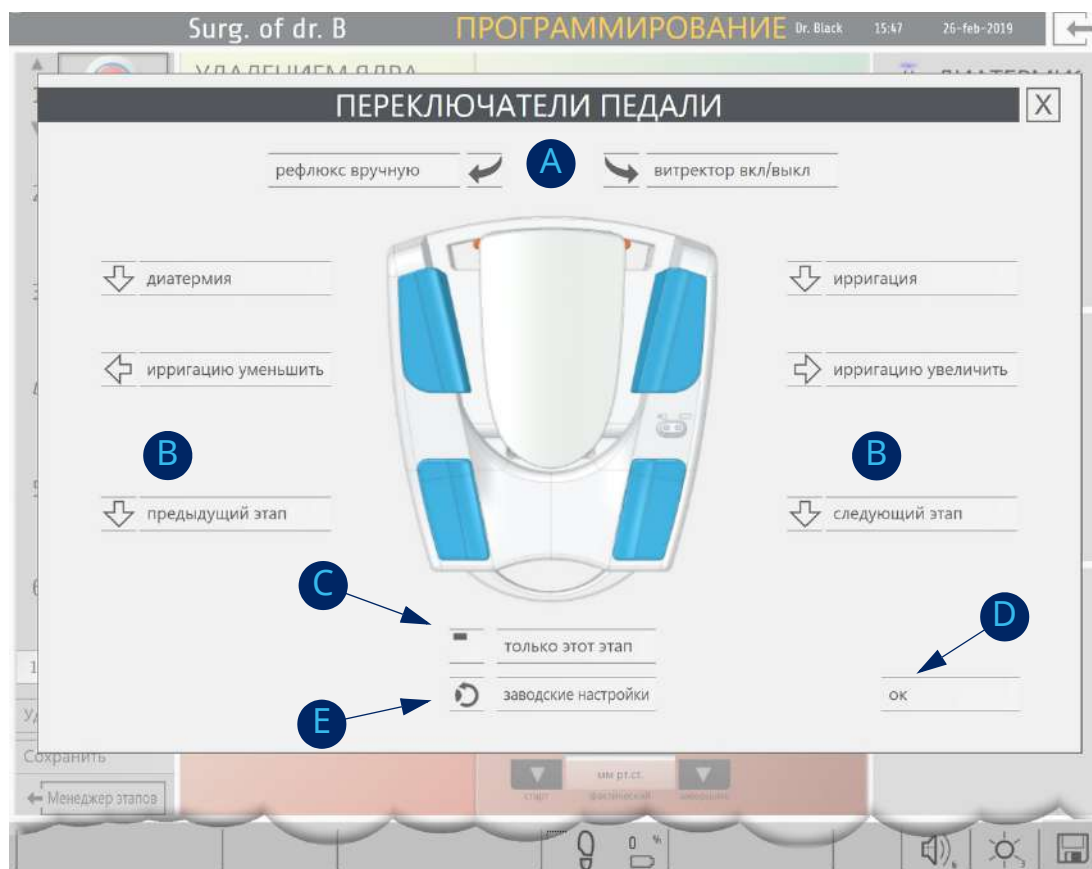

Fig. 198: Настройки Педальные переключатели
5. Откройте экран для настройки **ПЕДАЛЬНЫХ ПЕРЕКЛЮЧАТЕЛЕЙ** [G]. Появится следующий экран (см. рис. 198, стр. 177).